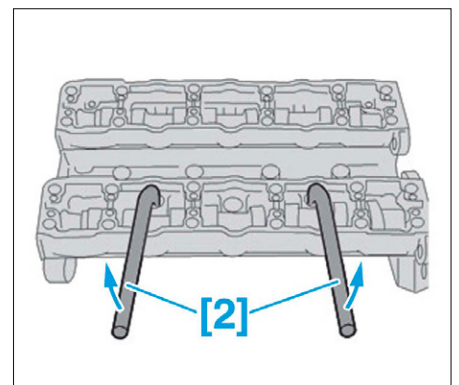

FIG. 31
- Décoller et basculer la culasse à l'aide des outils [2] (Fig.31).